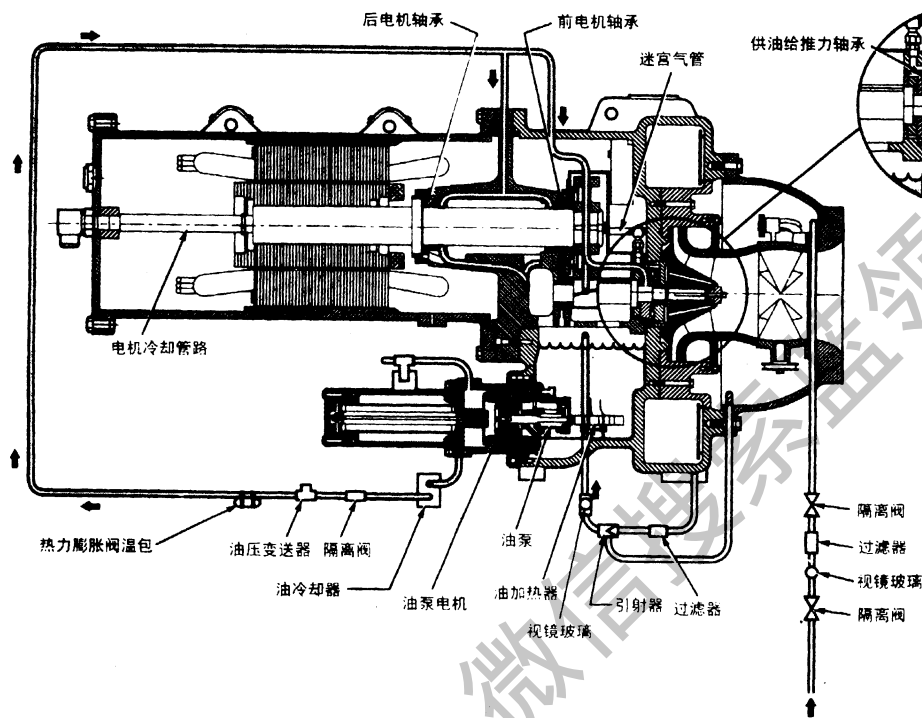

图4 润滑系统循环
- 1、概要——油泵、油过滤器和油冷却器构成一套润滑系统，位于压缩机一电机组件齿轮传动箱铸件一端。润滑油由油泵压进过滤器组件去除杂质，送至油冷却器，冷却到适当的温度，然后分两路：一部分油流到齿轮和高速轴承；余下的流到电机轴承。油进入齿轮箱下方的油箱完成润滑循环(见图4)。